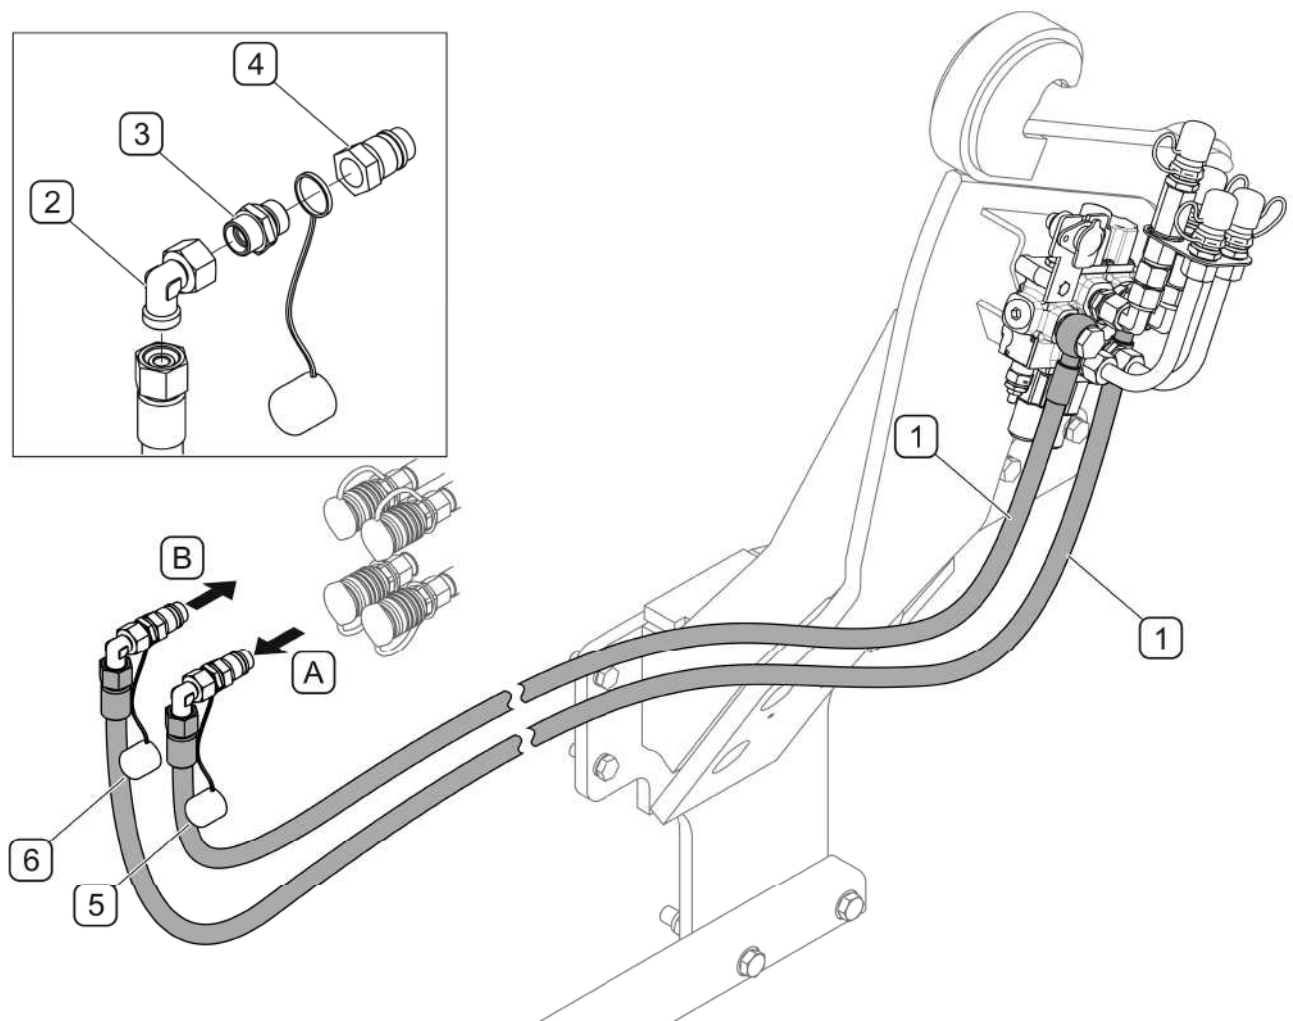

РИСУНОК 4.10 А Присоединение распределителя к гидравлической системе тракторов КИОТИ DK451С и КОИТИ DK551С
(1)- гидропровода 161N-01020100; (2)- регулируемое колено EW15LOMDCF;
(3)- корпус соединительной муфты GE15LREDOMDCF; (4)- быстроразъемный штекер NV 12 GAS M; (5)- колпачок черный TF 12N; (6)- колпачок красный TF 12R
В тракторах КИОТИ DK451С и DK551С распределитель управления погрузчиком нужно присоединить (РИСУНОК 4.10 А) при помощи гибких проводов (1) к задней паре быстроразъемных гидросоединений трактора, питающихся от гидравлической секции с так наз. "гидрозамком" в положении "включено". Гидравлическая система стрелы соединяется с распределителем при помощи быстроразъемных соединений с колпачками соответствующего цвета .